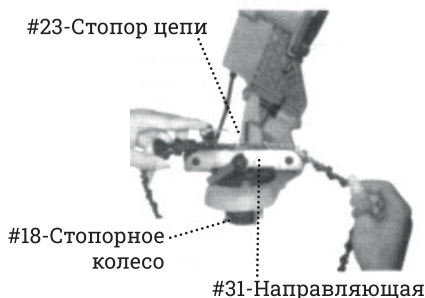

Рис. 6
2. Поднимите стопор цепи (#23) и закрепите цепь в направляющую (#31). Смотрите РИСУНОК 6.